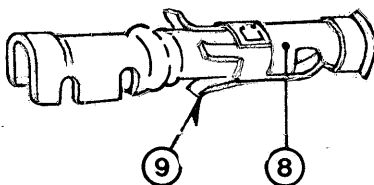

Fig. 31c
- e) sistemare il terminale a tubetto (8) (fig. 31c) nella pinza aggraffacavi (fig. 31a); inserire da sinistra l'estremità del cavetto liberata dall'isolante per una lunghezza di circa 1 cm
- f) serrare a fondo la pinza (10)
- g) inserire quindi da sinistra nella base della presa (7) il terminale completo di cavetto fino a che le alette (9) si sono incastrate nelle rispettive sedi